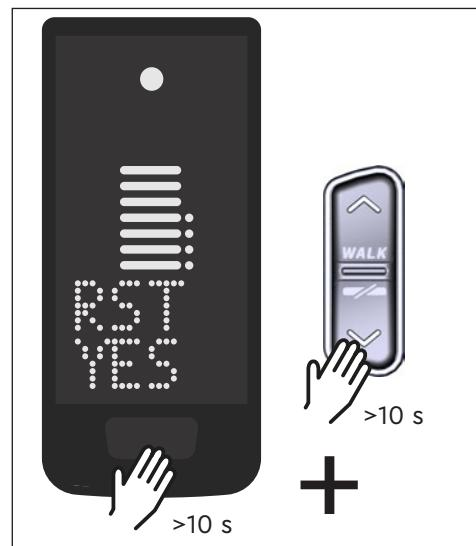

Abb. 10: Rücksetzen auf Werkseinstellungen
- ▶ Halten Sie die Bedientaste am Display und die Bedientaste **UNTEN** an der Remote für mindestens 10 s gedrückt, es wird zuerst der Setup-Modus und anschließend **RESET** angezeigt (siehe Abb. 10).